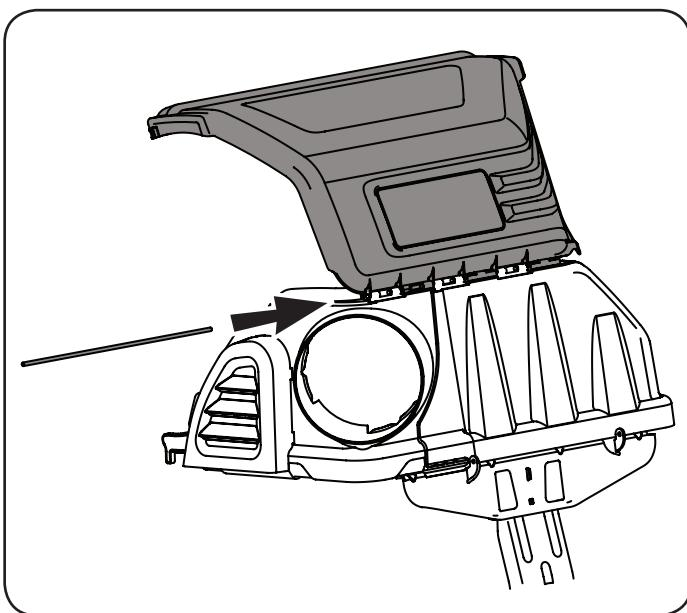

Figure 15
4. À partir de l'avant de l'assemblage, alignez les languettes du couvercle du sac de ramassage avec les languettes à l'avant du support de la goulotte supérieure. Faites glisser la griffe à charnière dans les fentes des languettes de montage, en commençant par le côté droit du support de la goulotte supérieure, comme indiqué à la Figure 15. Enfoncez complètement la griffe jusqu'à la butée.